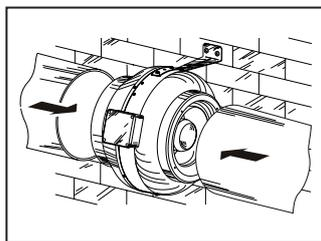

Abb. 11
6. Schließen Sie die Lüftungsrohre an, Abb.11.